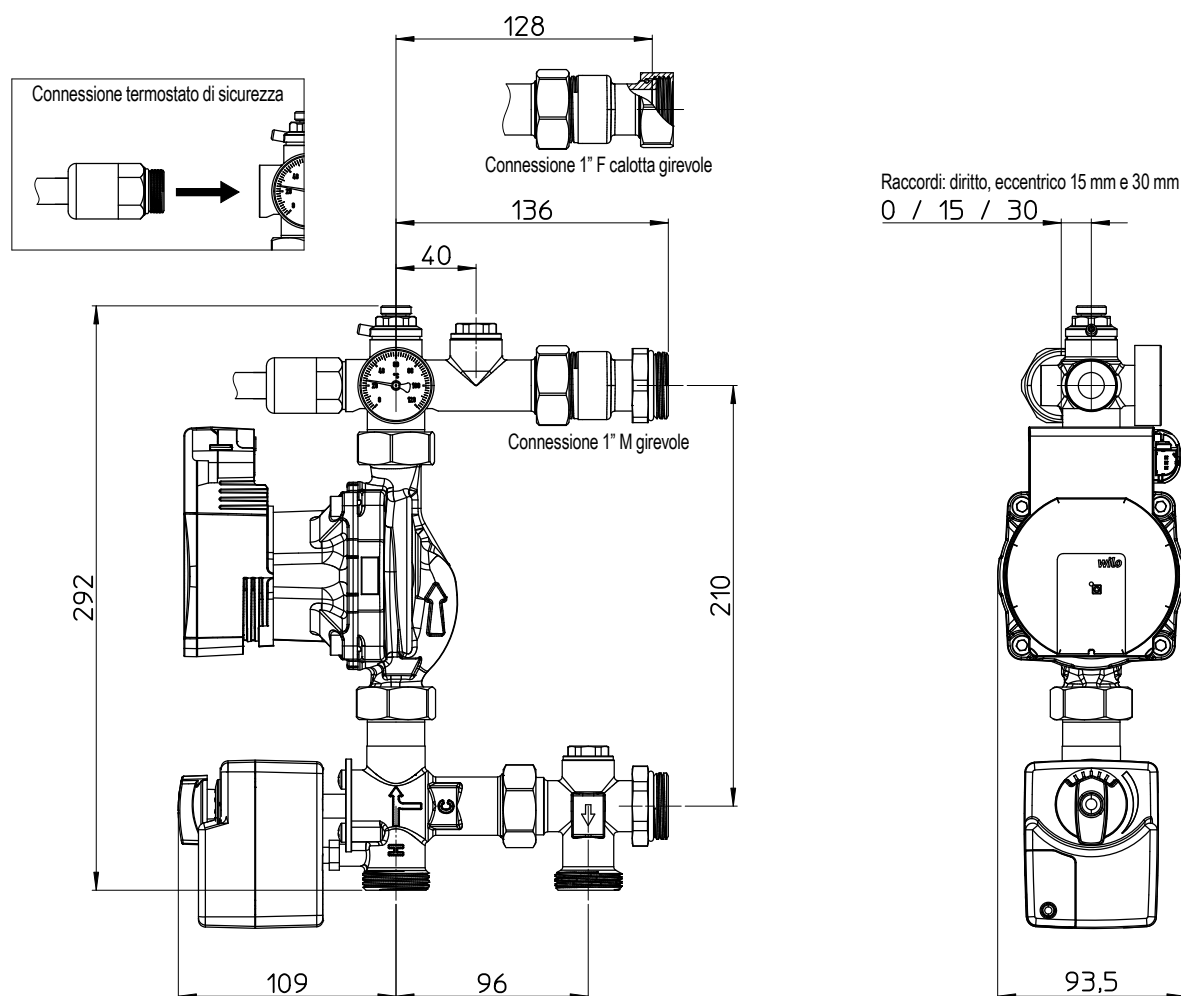

Fig. 3: Layout dimensioni e interassi
- ✓ E' necessario avvitare il termostato di sicurezza come indicato in fig. 3, e provvedere al suo cablaggio rispettando le indicazioni evidenziate nella sezione "Cablaggio";